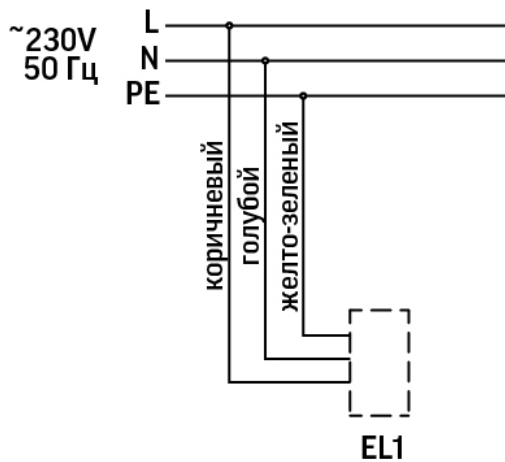

Рис. 1
- Электрическое подключение светильника осуществляется через клеммную колодку, установленную на внутренней поверхности корпуса светильника. Подключите сетевой провод к контактам клеммной колодки светильника строго в соответствии с маркировкой и схемой подключения (Рисунок 1). Сечение проводников кабеля должно быть не более 2,5 мм². Важно! **ЗАЗЕМЛИТЕ СВЕТИЛЬНИК!**